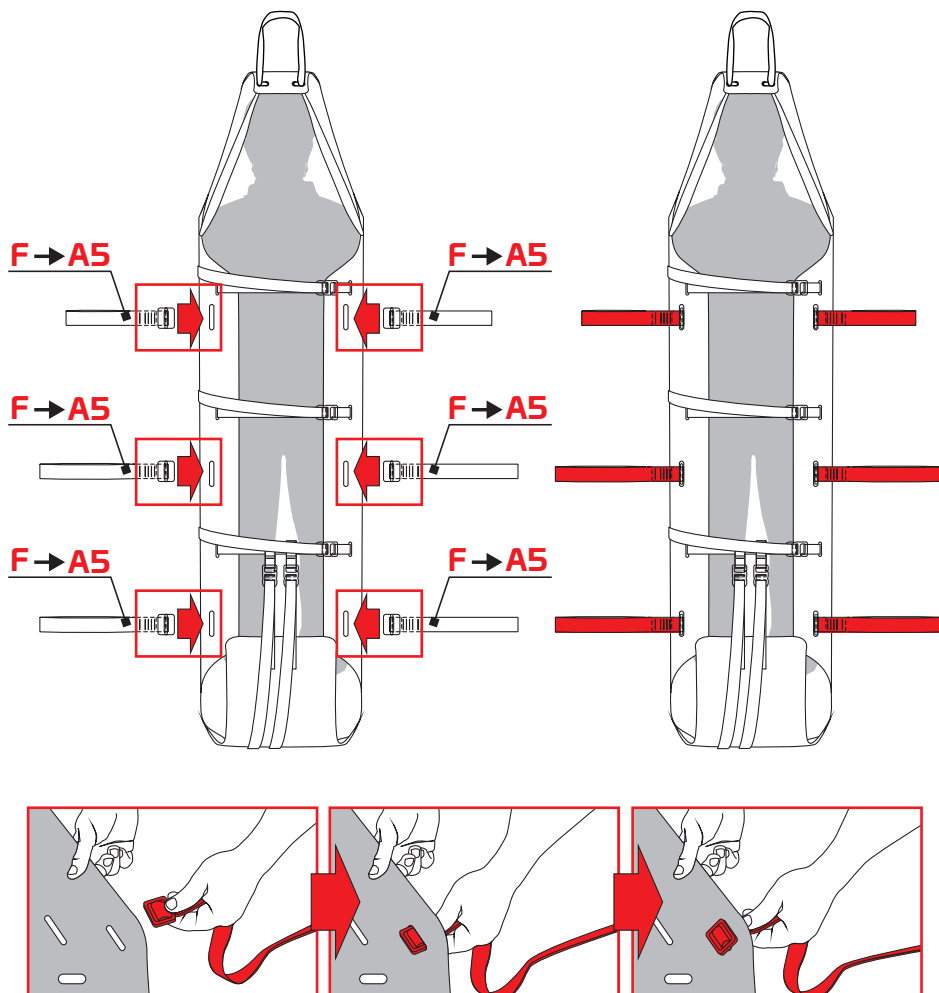

Fig.14
- a) trasporto manuale: inserire le maniglie laterali (F) nelle asole A5 del piano di appoggio (fig. 14) - Nota: si consiglia di inserire la coppia di maniglie più corte nelle asole posizionate in prossimità del busto del paziente per mantenere la testa più in alto rispetto ai piedi,